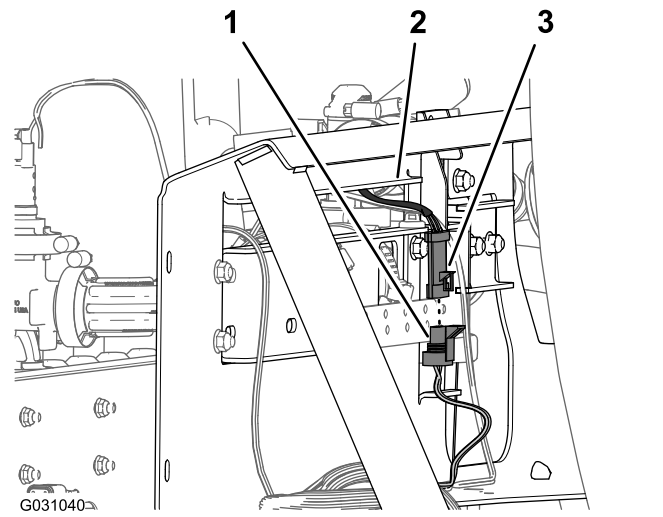

Figure 130
6. Branchez le connecteur à 3 broches du faisceau de la vanne d'agitation au connecteur à 3 douilles de la branche de 203 cm du faisceau identifié par **Agitation Valve** (Figure 130).